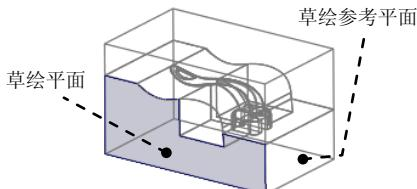

图 6.21 定义草绘平面
(1) 单击 **编辑模具体积块** 操控板 **形状** ▾ 区域中的 **拉伸** 按钮，此时系统弹出“拉伸”操控板。
(2) 定义草绘截面放置属性。右击，从系统弹出的快捷菜单中选择 **定义内部草绘...** 命令；在系统 **选择一个平面或曲面以定义草绘平面** 的提示下，选取图 6.21 所示的表面为草绘平面，选取图 6.21 所示的表面为参考平面，方向为 **右**；单击 **草绘** 按钮，至此系统进入截面草绘环境。